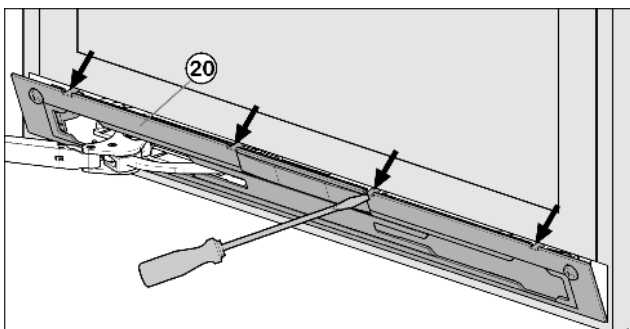

Fig. 9
- ▶ Blende *Fig. 9 (20)* mit Schlitzschraubendreher ausrasten und abnehmen.